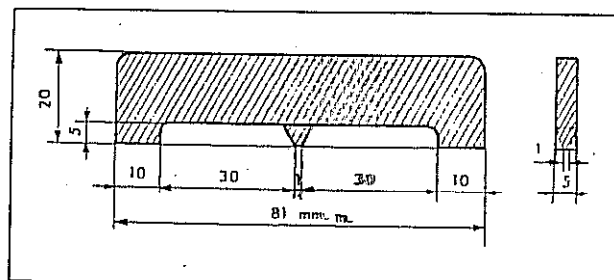

Fig. 54
- Confeccionar una reglilla indicadora de nivel, empleando para ello planchuela de hierro o aluminio según se indica (Fig. 54).